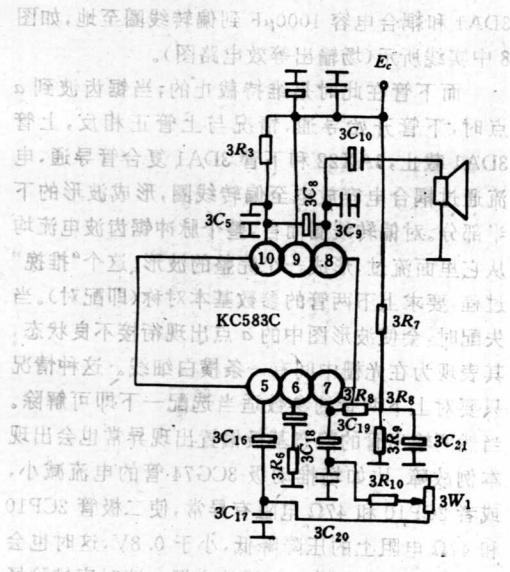

图 1
分析检修: 这种故障多发生在集成电路的电视机中。如图 1 所示, KC583C(⑥⑦⑧⑨脚外接电路图), 当与⑦脚连接的滤波电容 3C₂₁开路或失效时, 会使本级产生低频振荡。3C₂₁是伴音集成块 KC583C(音频放大电路)中 BG₁₇基极偏置电路(3R₇、3R₈、3R₉)的滤波电容器。当它开路后, 电源中的纹波或伴音功率输出的起伏都会反馈到输入端引起振荡。当电位器调到最小位置时, 反馈量通过 3C₁₉到地, 使之旁路; 当电位器调到最大位置时, 反馈量通过 3C₁₆和 3C₁₈到⑤脚由 BG₁₆发射极电阻 R₂₁到地, 也将旁路; 但当电位器调到中间时, 电位器两边都为 23kΩ 左右, 使反馈量无法旁路而引起自激, 这种情况更换 3C₂₁即可。